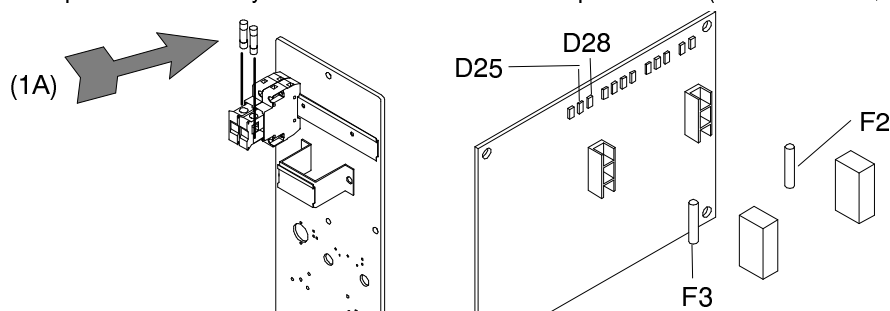

Fig. 22
a) Controlar la iluminación de los leds D25 y D28 en la placa electrónica (cód. 02E03947, tabla 7). Si no se iluminan, verificar los fusibles F2 y F3 sobre la placa electrónica y eventualmente los fusibles a partir de 1A (cód. 02008816, tabla 7) (Fig. 22).